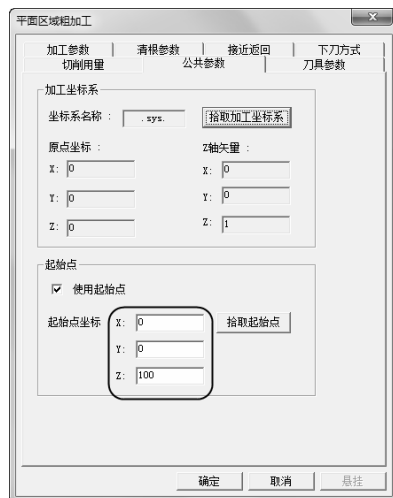

图 2-44 “公共参数”选项卡
6) 单击“公共参数”选项卡，勾选“使用起始点”，具体“起始点坐标”参数数值如图 2-44 所示。